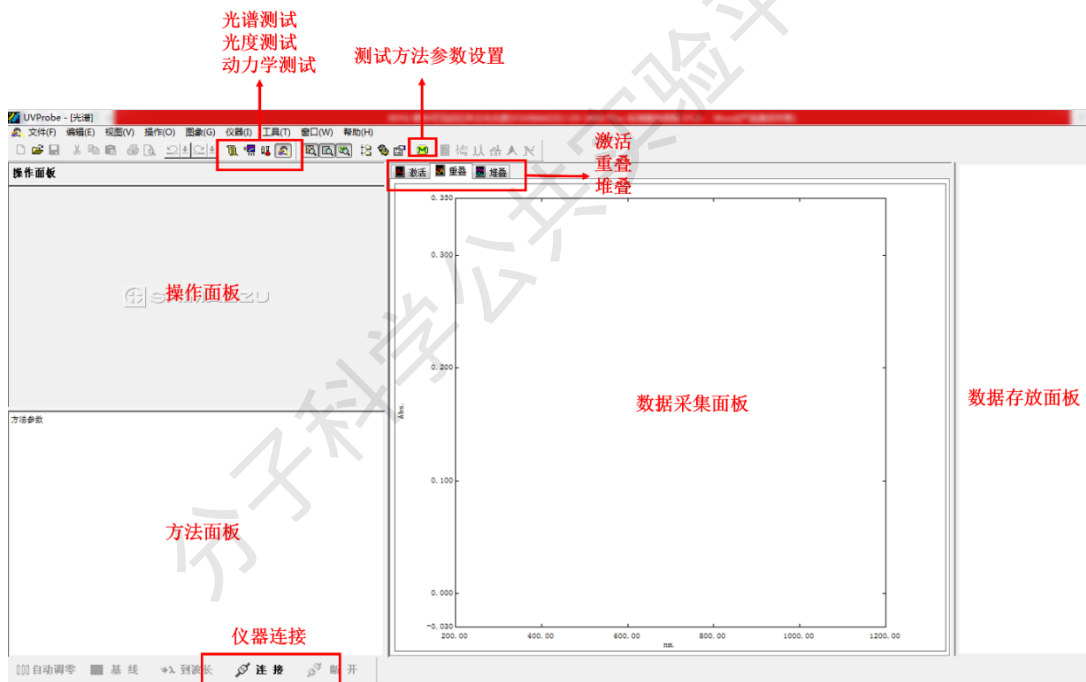

图 6-4 操作软件 UVProbe 的光谱模块图示
- (1) 单击【光谱模块】 图标，启动光谱模块操作界面（图 6-4）。在左下方找到【连接】 单击，仪器开始自检，待全部通过后，点确定即可。